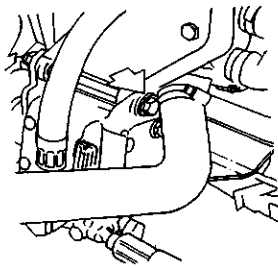

图 3-222 松开中心支架
- 5) 松开液压泵中心支架上的固定螺母和螺栓, 如图 3-222 所示。